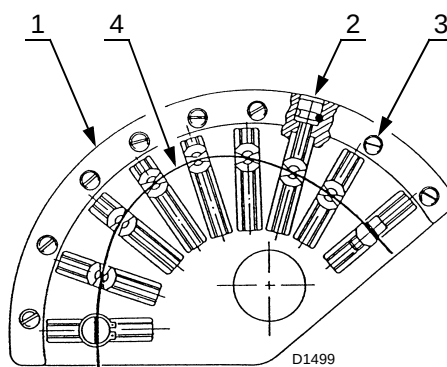

图 28
拧松螺丝 3) 之后调节调节螺栓 2)(图 28) 。
凸轮 (图 28)
- 6 使用螺丝 2)(图 28) 调节凸轮以校准空气量。
- 9 达到最优设定时, 需通过螺丝 3)(图 28) 将凸轮钢带调节螺丝锁紧。